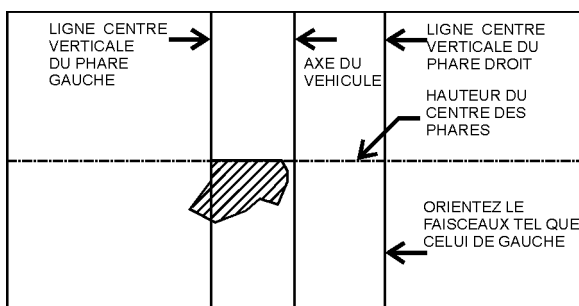

FIGURE 104 : POSITIONNEMENT CORRECT SUR L'ÉCRAN DE LA ZONE LONGUE PORTÉE DES FEUX DE CROISEMENT
5. Les feux de croisement sont orientés de sorte que le bord supérieur (le seuil) de la zone longue portée est à la position verticale selon le tableau 1 et le bord gauche de la zone longue portée est sur l'axe vertical du phare (Figure 104).